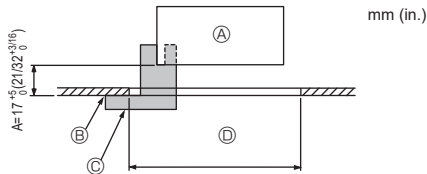
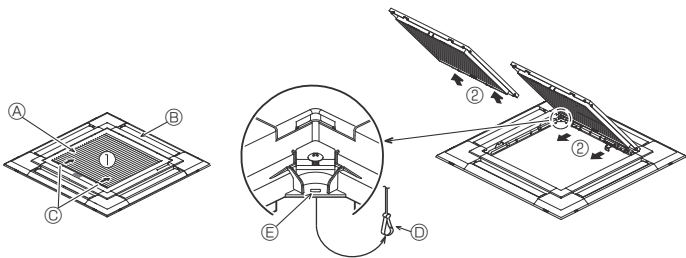
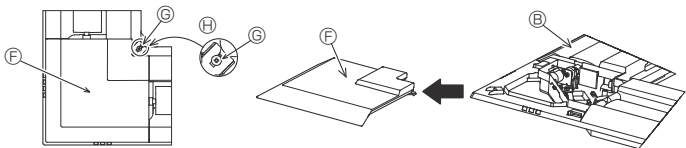

Fig. 6-2
Fig. 6-3
Fig. 6-4
①	Grille	1	950 × 950 (mm), 37-13/32 × 37-13/32 (in.)
②	Jauge	1	Divisée en quatre parties
③	Vis (4 × 16)	1	Pour PLFY-EM-NEMU-A
④	Panneau en coin 3D i-see Sensor	1	Pour PLFY-EM-NEMU-A
6.2. Préparation avant d'attacher la grille (Fig. 6-2)
- A l'aide de la jauge ② fournie avec ce kit, régler et vérifier la position de l'appareil par rapport au plafond. Si l'appareil n'est pas correctement positionné, il y aura des risques de fuites d'air et de la condensation pourrait s'accumuler.
- ① Appareil principal
- ② Plafond
- ③ Jauge ② (insérée dans l'appareil)
- ④ Dimensions de l'ouverture dans le plafond
6.2.1. Retrait de la grille d'admission (Fig. 6-3)
- Pour ouvrir la grille d'admission, faire glisser les leviers dans le sens indiqué par la flèche ①.
- Lorsque la grille se trouve en position "ouverte", retirer la charnière de la grille d'admission comme indiqué par la flèche ②.
6.2.2. Retrait du panneau en coin (Fig. 6-4)
- Retirer la vis du coin du panneau en coin. Faire glisser le panneau comme indiqué par la flèche ① pour le déposer.
[Fig. 6-3] [Fig. 6-4]